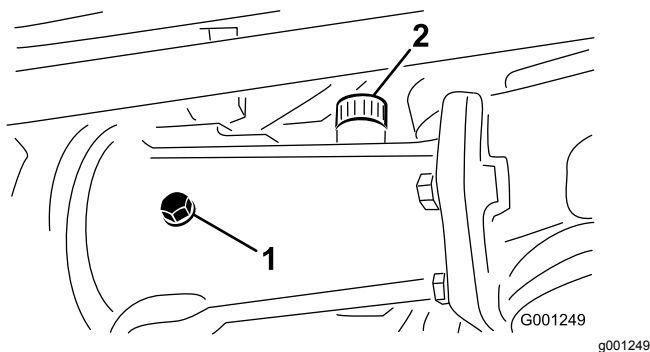
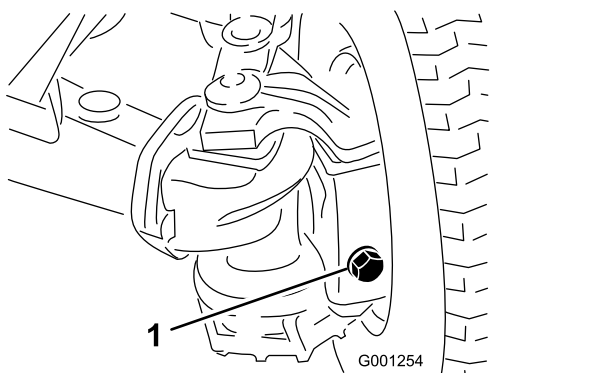

Bild 60
Bild 61
2. Entfernen Sie die Prüfschraube vom mittleren Achsgehäuse und der Achse sowie alle Füll-/Prüfschrauben am Gehäuse jeder abgehenden Achse (Bild 60 und Bild 61).
3. An jeder Prüfschraubenöffnung sollte das Getriebeöl bis an das Gewinde reichen (Bild 60 und Bild 61).
- A. Zum Befüllen des mittleren Achsgehäuses, entfernen Sie die Füllschraube (Bild 60).
- B. Füllen Sie das empfohlene Getriebeöl in die Achsgehäuse nach, bis der Füllstand an die Unterseiten der Prüfschraubenöffnungen reicht (Bild 60 und Bild 61).
- C. Bestreichen Sie nach Abschluss des Füllvorgangs die Gewinde der ausgebauten Füllschrauben mit PTFE-Gewindedichtungsmittel und schrauben Sie diese dann wieder in die Achsgehäuse ein (Bild 60).
5. Bestreichen Sie die Gewinde der ausgebauten Prüfschrauben des mittleren Achsgehäuses und der beiden abgehenden Achsgehäuse mit PTFE-Gewindedichtungsmittel (Bild 60).
6. Setzen Sie die Prüfschrauben des mittleren Achsgehäuses sowie der Achsgehäuse jeder abgehenden Achse ein (Bild 60 und Bild 61).
1. Ablassschraube (3)
8. Bestreichen Sie die Gewinde der ausgebauten Prüfschrauben des mittleren Achsgehäuses und der beiden abgehenden Achsgehäuse mit PTFE-Gewindedichtungsmittel, siehe Bild 60 und Bild 61 in Prüfen des Schmierstoffs in der Hinterachse \(Seite 57\).
9. Setzen Sie die Prüfschraube des mittleren Achsgehäuses sowie die Füll-/Prüfschrauben am Gehäuse jeder abgehenden Achse wieder ein, siehe Bild 60 und Bild 61 in Prüfen des Schmierstoffs in der Hinterachse \(Seite 57\).